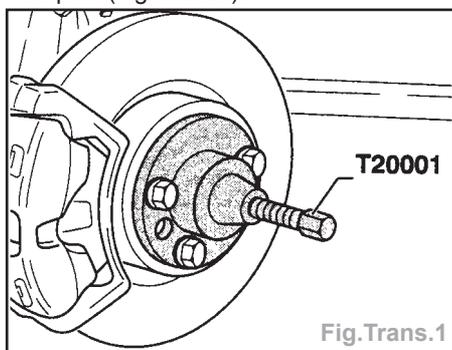

Fig.Trans.1
- Eventuellement extraire à la presse l'arbre de pont (Fig.Trans.1).